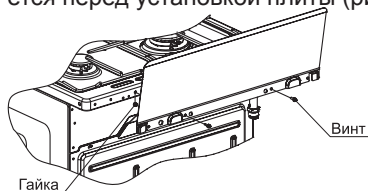

рис. 1
- Модели плит, не имеющие крышку стола, комплектуются щитком, который закрепляется перед установкой плиты (рис. 1).
- **Установка щитка** на плиты моделей GM241 001, GM241 101. Установку щитка производить путем крепления к столу двумя винтами и гайками (см. рис. 1). Винты и гайки для крепления щитка находятся в пакете с комплектующими.